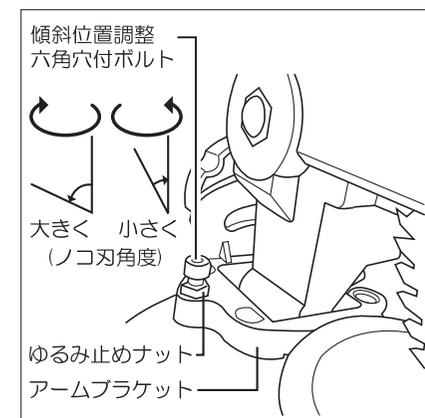

図25
- ④▼部と角度目盛に狂いがありましたら本機を起し、アームブラケット左側の傾斜位置調整六角穴付ボルトのゆるみ止めナットをゆるめます。(図25参照)
- ⑤傾斜位置調整六角穴付ボルトを回し、ノコ刃を傾斜させたときに▼部が角度目盛の45度に合うように調整してください。(右に回すとノコ刃傾斜角度が大きく、左に回すと小さくなります。)(図25参照)
- ⑥調整がおわりましたら傾斜角度固定ノブを締めて本機を固定し、傾斜位置調整六角穴付ボルトのゆるみ止めナットを締め付けてください。